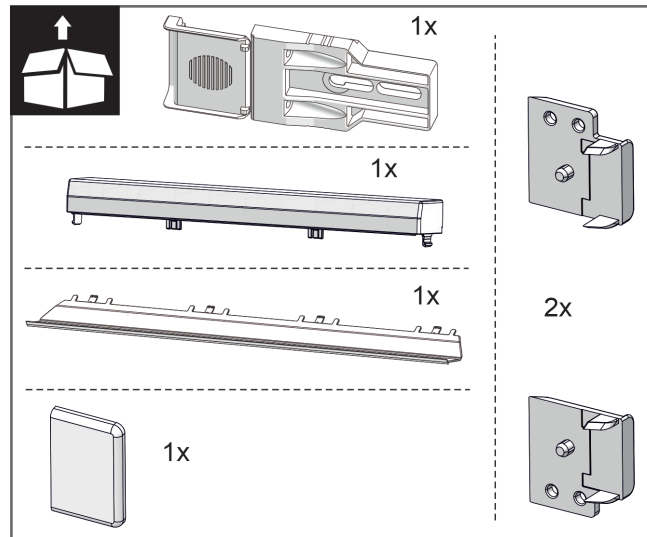
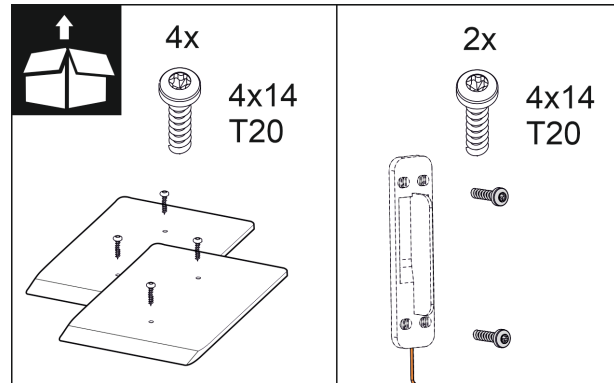

Fig. 9
Fig. 15
2. Kontrolloni pjesët e montimit në paketim. Fig. 9 () deri në Fig. 15 ()
Pjesët e montimit në paketim Fig. 9 () deri në Fig. 15 ()